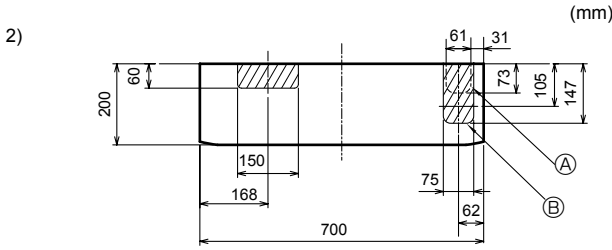

Fig. 3-8
2) Sağ aşağıya veya sol aşağıya boru yerleştirme (Fig. 3-8)